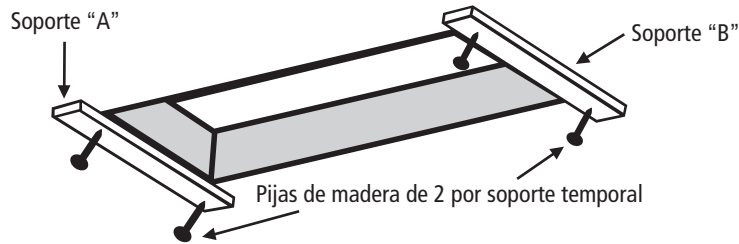
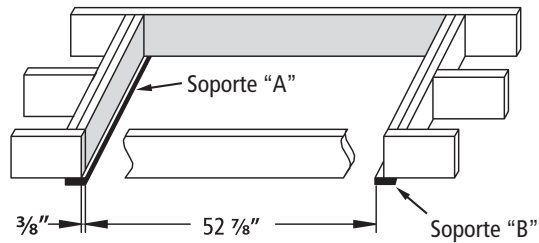

FIGURA 4
FIGURA 5: Vista desde arriba
A. Añada soportes temporales "A" y "B" con pijas de 2 ½" como se muestra en la Figura 4. El soporte "A" debe estar situado en el extremo, donde se ubica la bisagra de la puerta de la escalera. El borde del soporte "A" deberá extenderse ¾" dentro de la abertura como se muestra en la Figura 5. Asegúrese de que ambas pijas penetren el cabezal por encima del techo.
B. Mida desde el borde interior del soporte "A", posicione y asegure el borde interior del soporte "B" a 52 7/8" (Figura 5). Asegúrese de que ambas pijas penetren el cabezal por encima del techo.